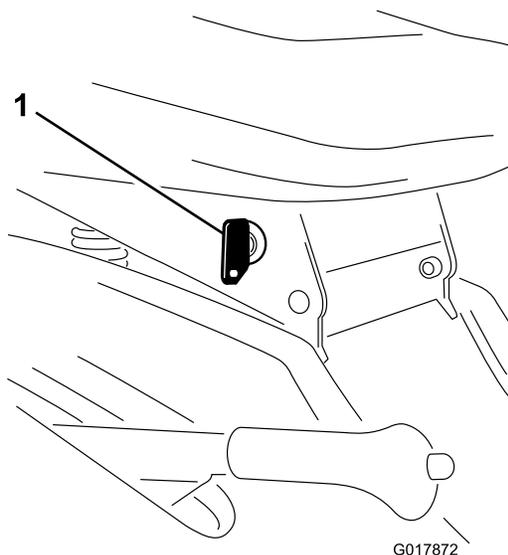

図 11
機体をバックさせながらの刈り込みがどうしても必要な時は、座席ブラケットの近くにある「キーチョイス」スイッチ 図 11 を使ってください。
2. 「キーチョイス」キーをスイッチに差し込む 図 11。